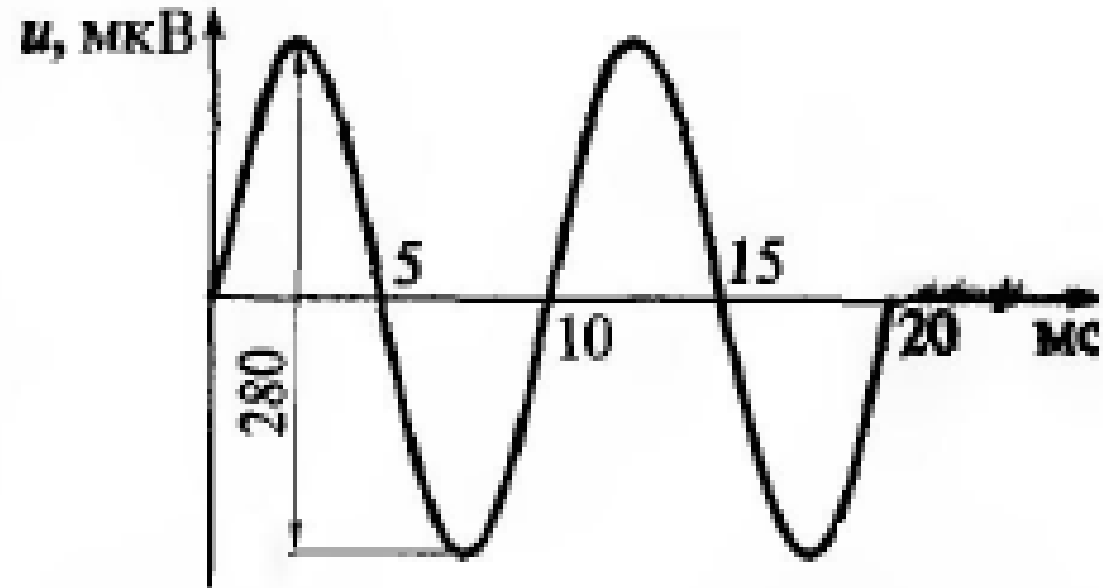

Рис. 6.10. Синусоидальный сигнал с заданными параметрами к задаче 6.25
**6.25.** Определить, какие органы управления в какое положение необходимо установить для получения на выходе прибора ГЗ-102 сигнала, показанного на рис. 6.10.